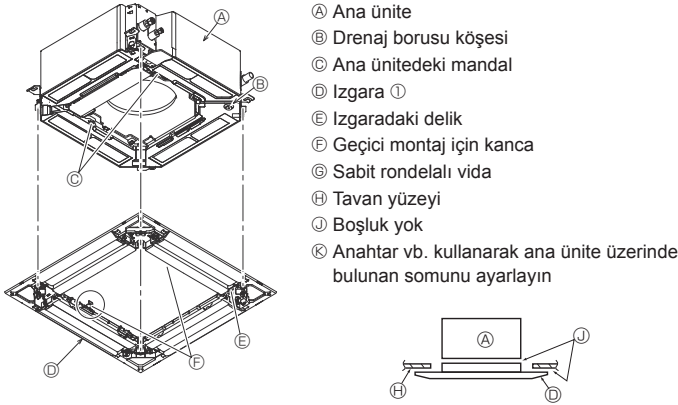

Fig. 9-6
### 9.4.2. Izgaranın geçici olarak montajı (Fig. 9-6)
- Daha önceden yerlerine takılan vidaları sıkarak izgarayı sabitleyin. (Fig. 9-6)
Ana ünite ile izgara arasında ya da izgara ile tavan yüzeyi arasında boşluk kalmamasına dikkat edin. (Fig. 9-6)